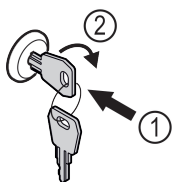

Fig. 121
- Insérer la clé Fig. 121 (1).
- Tourner la clé à 90° dans le sens horaire Fig. 121 (2).